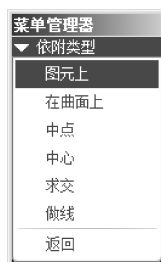

图 10-221 依附类型菜单
(1) 打开文件“liti10-12. drw”。
(2) 在【插入】选项组中单击【尺寸】按钮,消息区提示“选取图元进行尺寸标注,活尺寸移动,中键完成”,并且出现【依附类型】菜单,如图 10-221 所示。